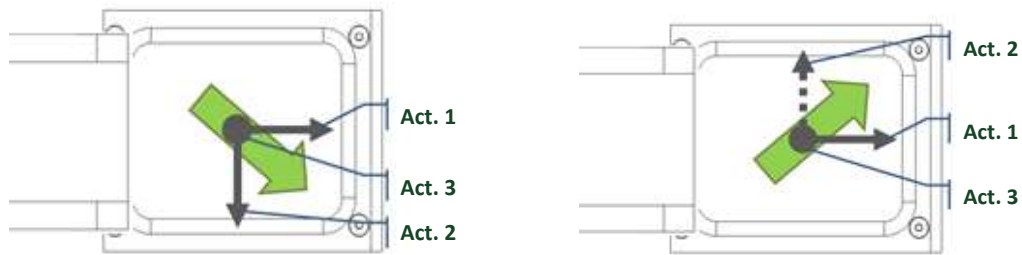

図 5-1: Asycube 50、80 - アクチュエータの傾向の例
Asycube 50 と 80 は、3 個のアクチュエータを使っています。2 個の平面内アクチュエータ(図 5-1 の Act.1 と Act.2)と垂直方向アクチュエータ(Act.3)です。以下に、振動調整に役立つヒントをいくつか示します。
- 2個の平面内アクチュエータ振動が組み合わされた結果、プラットフォーム上で部品が移動する方向が決まります (Act 1、Act.2)。位相を0° から180° に切り替えると、移動方向は逆向きになります (図 5-1)。Act. 3の振幅の設定により、ある移動方向が別の移動方向と異なる動作をする場合があります。